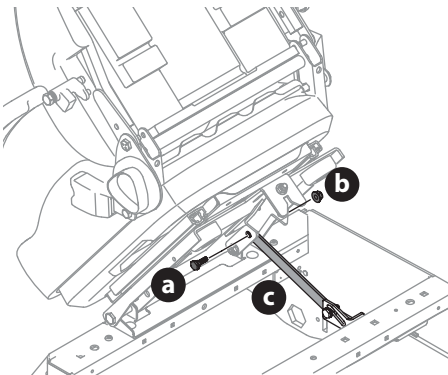

Figura 9
3. Saque el tornillo con reborde (a) y la tuerca de seguridad bridada (b) de la bolsa del manual e instale la ménsula de traba del asiento (c) (Figura 9).